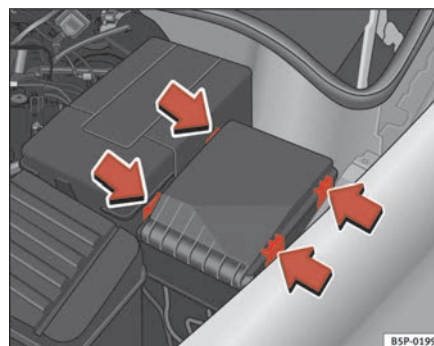

Abb. 184 Sicherungsdeckel im Motorraum ▶
- Haken Sie den Sicherungsdeckel im Motorraum an den Laschen aus, indem Sie die Laschen zur Deckelmitte drücken ⇒ Seite 256, Abb. 184.